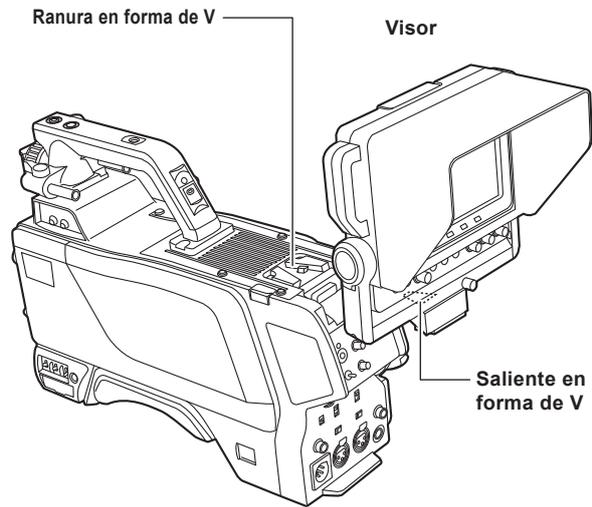

Figura 2
- 3 Alinee el saliente en forma de V de la unidad con la ranura en forma de V de la cámara, y deslice y presione hasta que encajen. (Figura 2)
Se abre el elemento seleccionado. (Figura 2)